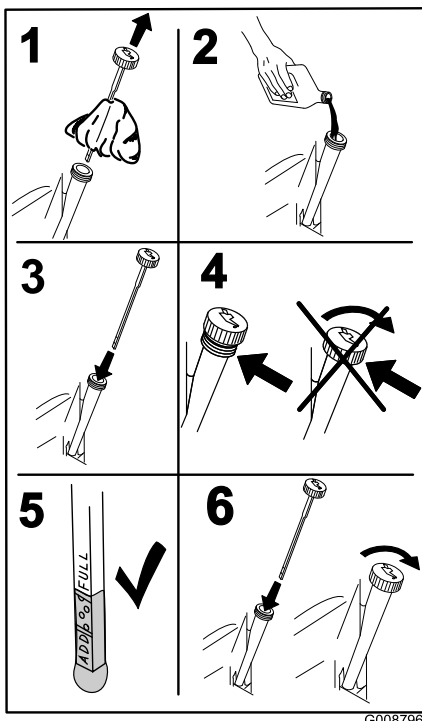

Figure 48
4. Versez lentement environ 80 % de l'huile spécifiée dans le tube de remplissage puis faites l'appoint lentement jusqu'à ce que le niveau atteigne le repère du plein (**Full**) (Figure 48).